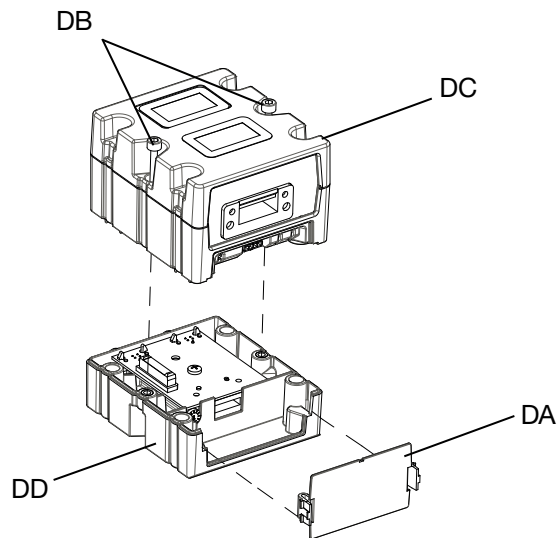

图 66: : 拆卸 CGM
4. 从 CGM (DA) 卸下检修盖。松开并保存两个 M5-0.8 x 45 mm x 螺丝 (DB)，然后从底座 (DD) 上卸下 CGM (DC)。参见图 66。